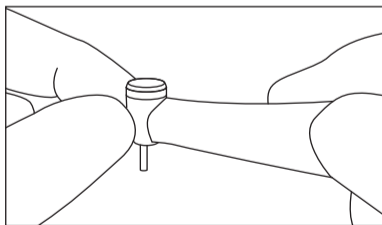

図4
- 回転停止後、ヘッド部に異常な発熱がないことを直接手で触って確認してください(図4)。